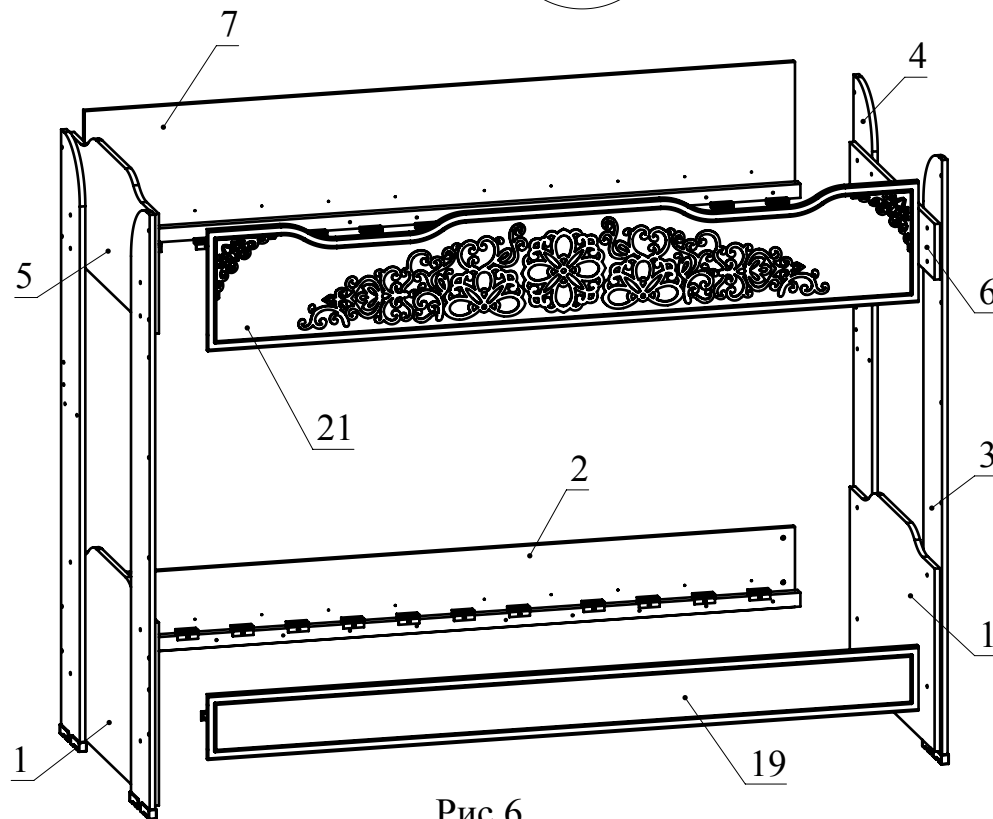

Рис.6
7. Стянуть при помощи винтов М6х60 детали 19, 2 с деталями 1; детали 7, 21- с деталью 5. Соединить при помощи стяжек винтовых М6 деталь 6 с деталями 3, 4 (Рис. 6).